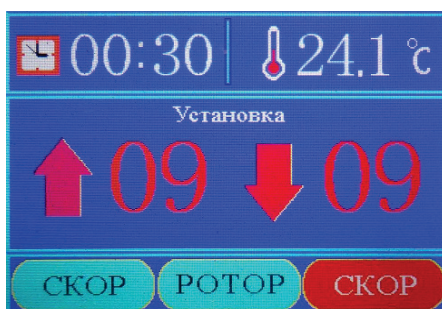

Рисунок 8
- 7.12. Снова нажмите кнопку «УСТ» или кнопку «↑СКОР↓» на дисплее, чтобы перейти в режим установки интенсивности разгона и торможения (Рисунок 8).